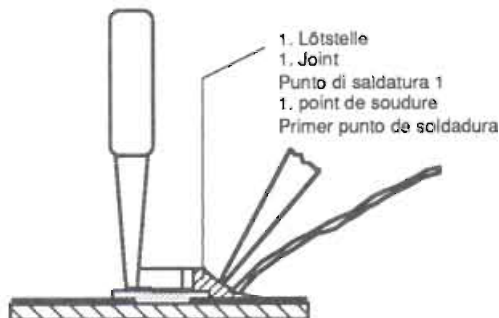

Fig. 4
4. Schritt: CHIP an der Lötstelle ansetzen, zentrieren und anlöten (Fig. 4).
4. step: Put the CHIP onto the soldering point, then center and fix it (Fig. 4).
4. Poser le composant CMS sur cette pointe de soudure, centrer et souder. Maintenir le composant CMS à l'aide d'une pince brucelle (Fig. 4).
4. Appoggiare il CHIP sul punto di saldatura, centrarlo e quindi soldarlo (Fig. 4).